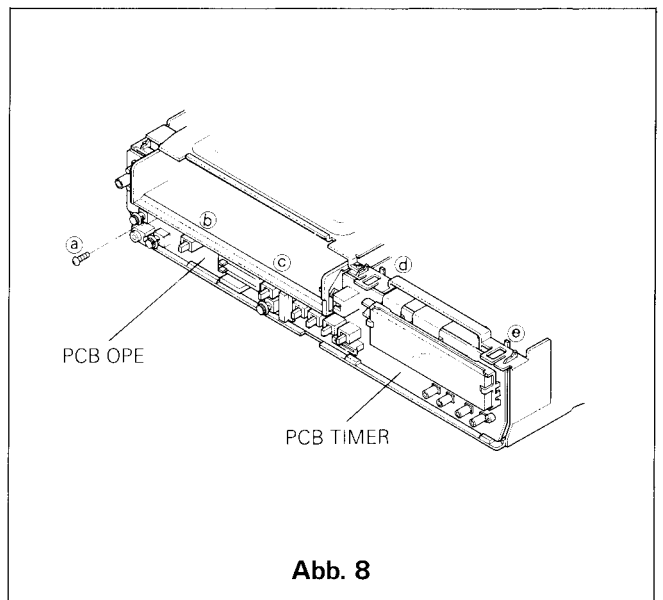

Abb. 8
- B. Entfernen Sie die Befestigungsschrauben (a) wie in Abb. 8.
- C. Entfernen Sie die 4 Klammern (b), (c), (d) und (e) und entfernen Sie die Timerplatinen und die Opeplatinen wie in Abb. 8.